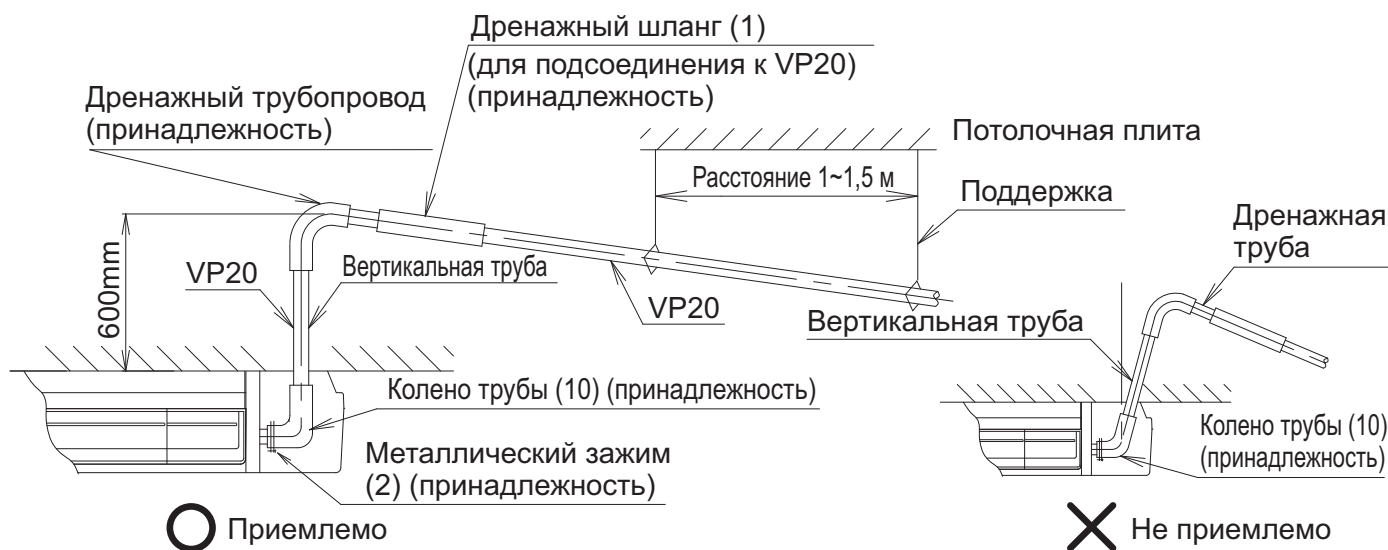

Рис. 29
- Установите подвески на расстоянии от 1 до 1,5 м так, чтобы трубопровод не отклонялся. **(См. рис. 29)**
- Установите вертикально дренажную вертикальную трубу. (См. рис. 29)